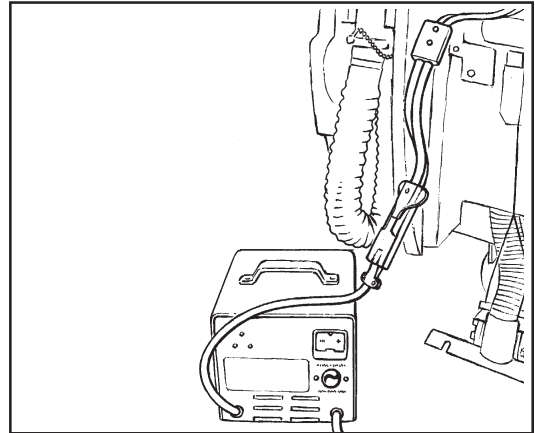

Figure 14B
5. Connectez le connecteur CC du chargeur à celui de l'ensemble des batteries. Voir figure 14B.